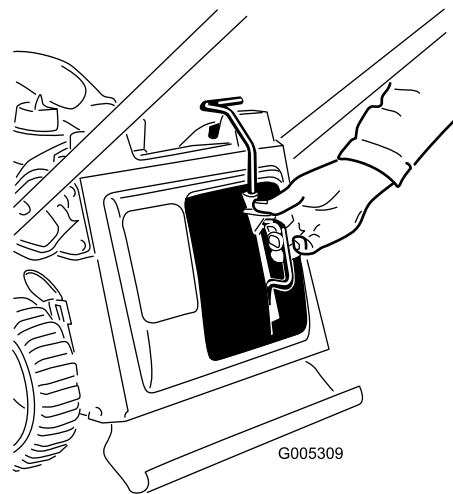

Рисунок 31
3. Установите заглушку для мульчирования (Рисунок 31).